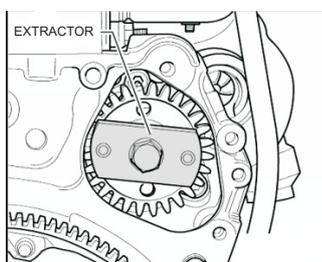

FIG. 4
- 8 Desmontar el piñón dentado con el extractor [FIG. 4].